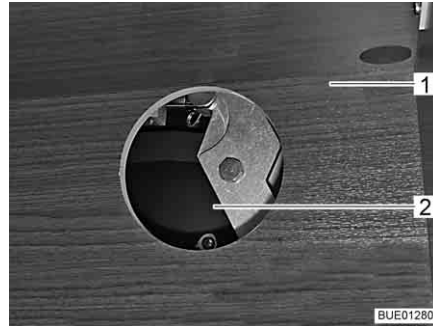

Fig. 116 Acesso ao acionamento
- Dependendo do modelo, abra o alcapão no armário suspenso (Fig. 116,1) e retire a tampa da abertura de acesso (Fig. 116,2).